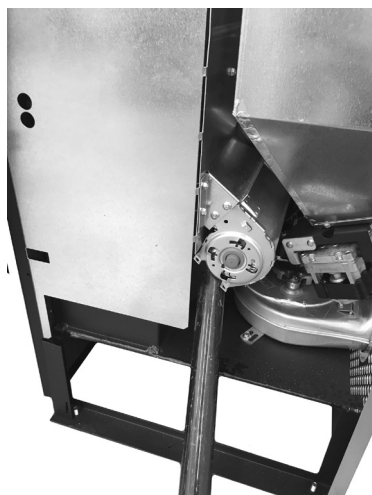

Fig. 45 - Czyszczenie wentylatora środowisko
- Zassać popiół do środka. (patrz **Fig. 45**).